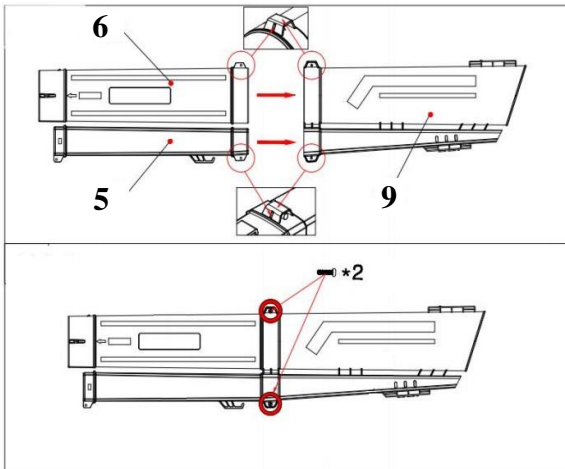

Fig. 2
- Alignez les tubes supérieurs (5, 6) et inférieurs (8, 9) de l'équipement comme illustré sur la Fig. 2, puis connectez les tubes ensemble.